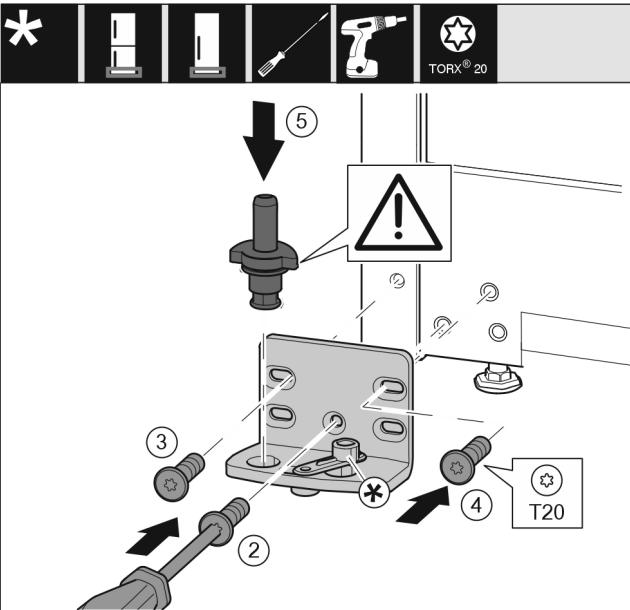

Fig. 14
- ▶ Ložiskovú konzolu nasadťte na druhú stranu a priskrutejte ju pomocou skrutkovača T20. Začnite skrutkou 2 dole v strede. Fig. 14 (2)
- ▶ Pevne zaskrutkujte skrutku 3 a 4. Fig. 14 (3,4)
- ▶ Ložiskový čap úplne nasadťte. Dbajte pritom na to, aby zaistovací doraz ukazoval smerom dozadu. Fig. 14 (5)